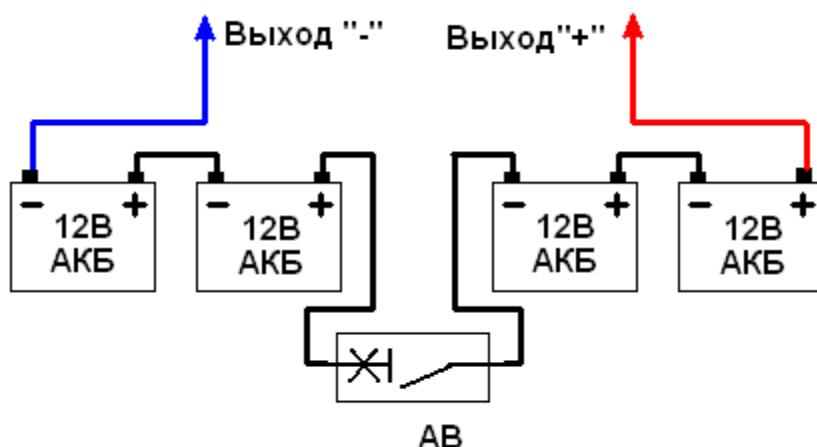

Рис. 3. Схема соединения аккумуляторов 12В.
Для варианта установки пяти аккумуляторов ёмкостью 18А^{*}ч рекомендуемые схема и последовательность коммутации и сборки АКБЛ приведены ниже (см. рис.3).
4. Соединить выходные («-», «+» на рис.3.) проводники с аккумуляторами.